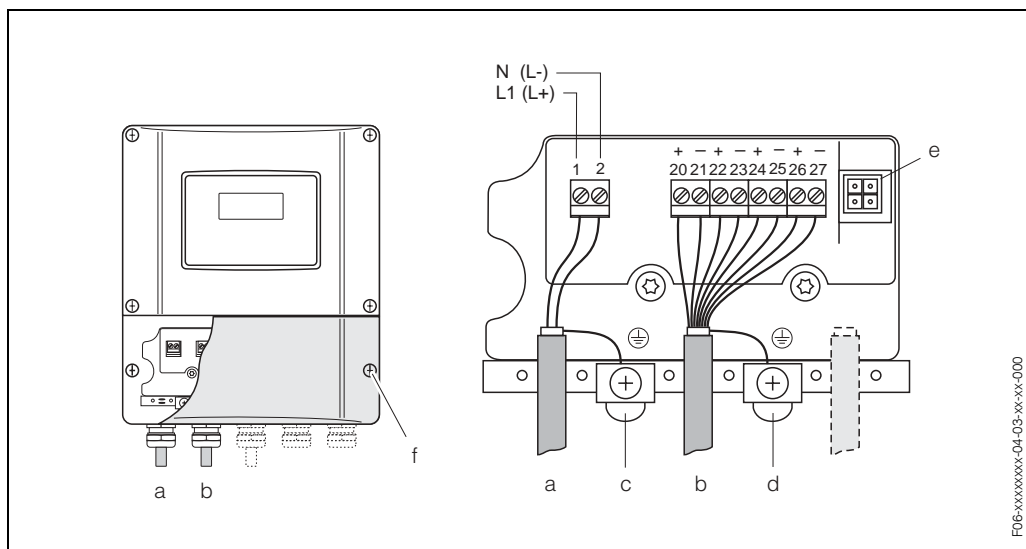

Рис. 42: Подключение преобразователя (корпус для настенного монтажа)
- Схема подключения (корпус для настенного монтажа) → Рис. 42